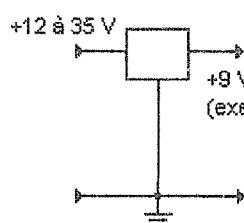

Fig. 6: Régulateur.
- a) **La régulation locale** consiste à disposer à l'entrée de chaque module, lorsque c'est possible, un régulateur intégré, ce qui permettra de rendre chaque module insensible aux variations de la tension d'alimentation, et de le protéger de toute surtension jusqu'à la tension maximale admissible à l'entrée du régulateur (souvent comprise entre 28 et 36 V pour des 78xx et 78Lxx) > Fig. 6.